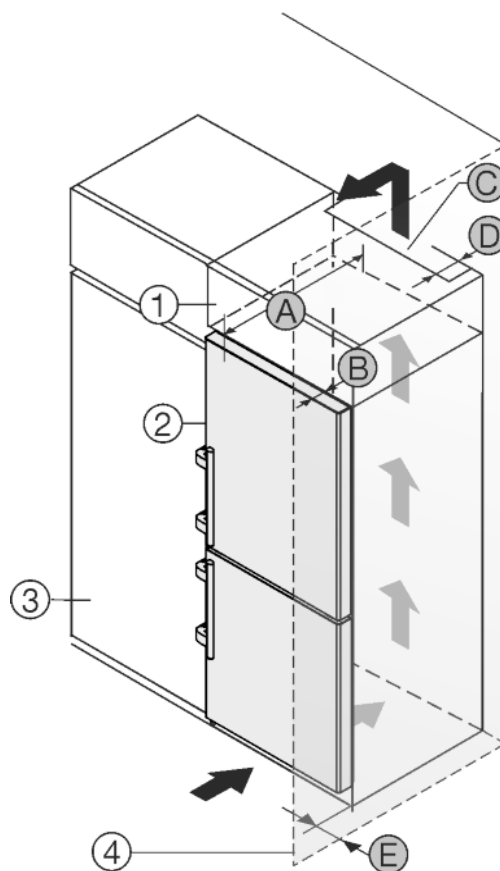

Fig. 27
Urządzenie może zostać obudowane szafkami kuchennymi. Aby dopasować urządzenie Fig. 27 (2) do wysokości ciągu szafek kuchennych, można nad urządzeniem umieścić szafkę nasadzaną Fig. 27 (1).
Urządzenie można ustawić bezpośrednio obok szafki kuchennej Fig. 27 (3). By móc całkowicie otworzyć drzwi, urządzenie musi wystawać przynajmniej o głębokość Fig. 27 (B) za front szafki kuchennej. W zależności od głębokości szafek kuchennych oraz od zastosowania elementów dystansowych urządzenie może wystawać jeszcze bardziej.
- Na tylnej ścianie szafki nasadzonej wymagany jest wydzielony kanał wentylacyjny o głębokości Fig. 27 (D) na całej szerokości szafki.
- Pod sufitem pomieszczenia należy zachować przekrój odpowietrzający Fig. 27 (C).
Jeżeli urządzenie będzie ustawiane z zawiasami do ściany Fig. 27 (4), to pomiędzy urządzeniem i ścianą należy zachować odstęp Fig. 27 (E). Na taką odległość wystaje klamka przy otwartych drzwiach.